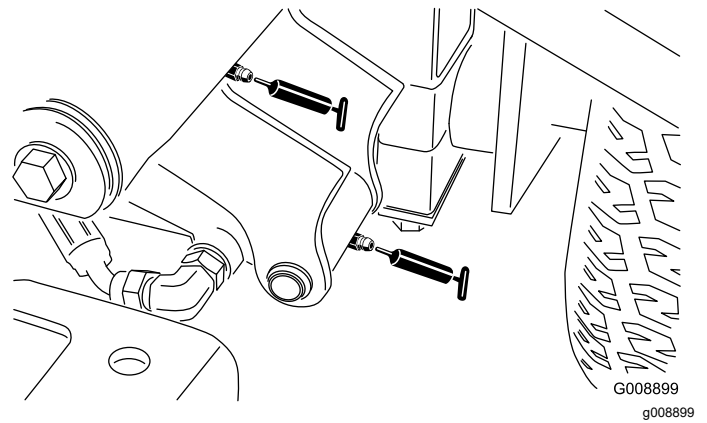

Bild 61
- Linke vordere Hubarm-Drehbüchsen und Hubzylinder (2) (Bild 61)